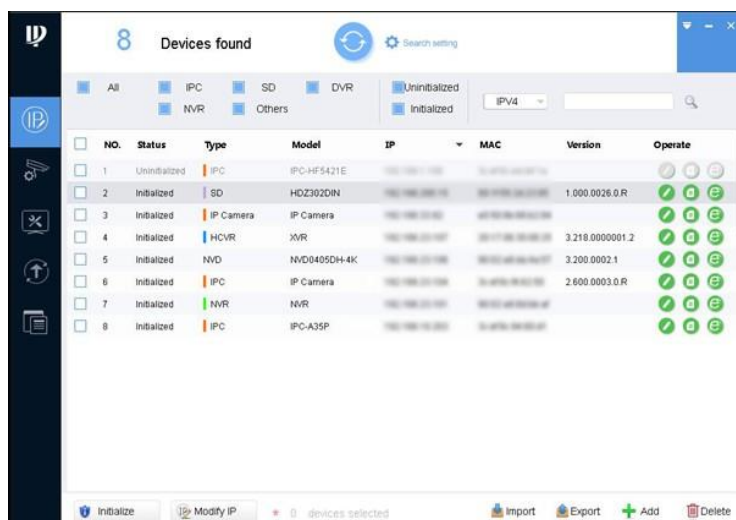

Figure 2-1. Modification de l'interface IP
L'interface Modifier IP s'affiche. Voir Figure 2-1.
10. Cliquez sur Terminer. L'état du périphérique dans l'interface Modifier IP (Figure 2-1) passe à Initialisé.